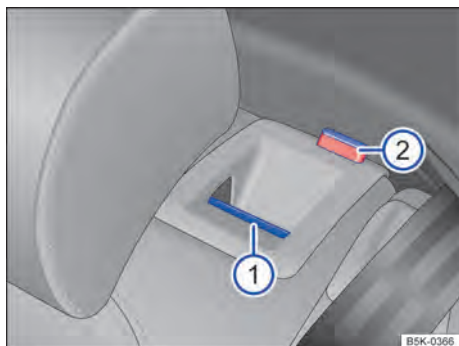

Fig. 68 No encosto do banco traseiro: botão de destravamento.
- Puxar o botão de destravamento → Fig. 68  para frente e, ao mesmo tempo, rebater o encosto do banco traseiro para frente.
- A respectiva parte de encosto do banco traseiro estará destravada quando a marcação vermelha → Fig. 68  estiver visível.
- A marcação vermelha → Fig. 68  não pode mais estar visível.